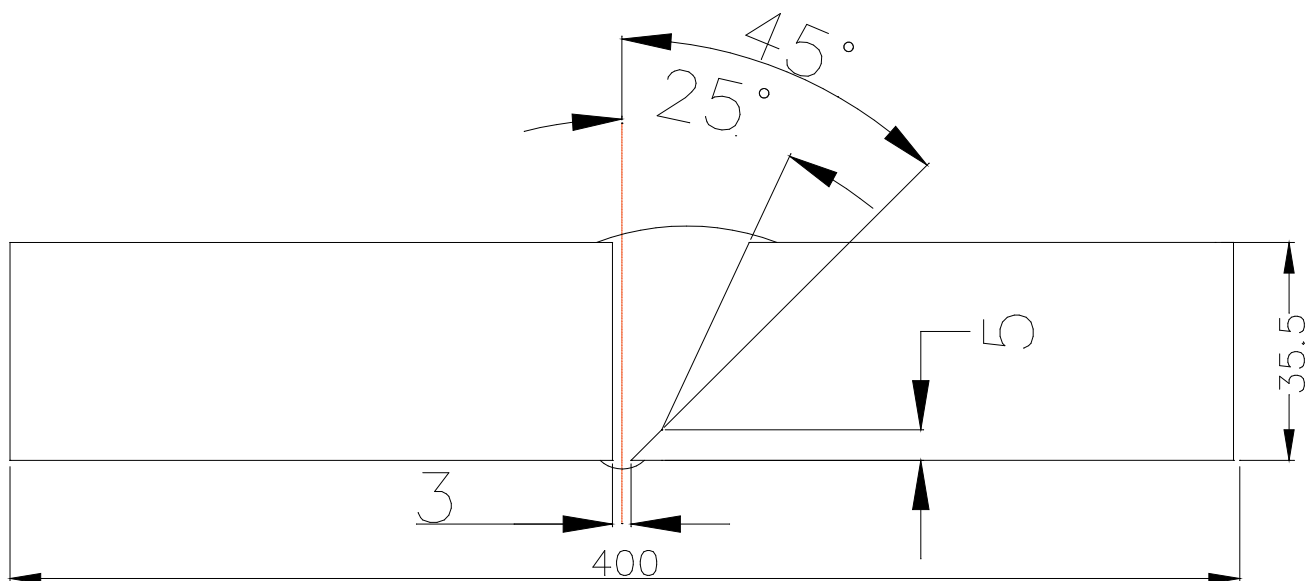

图 3
- (1) 图纸及参数，见图 3 所示。
- (2) 规格：410×200×35.5 试板与 410×200×35.5 试板构成的对接焊缝。
- (3) 材质：316L。